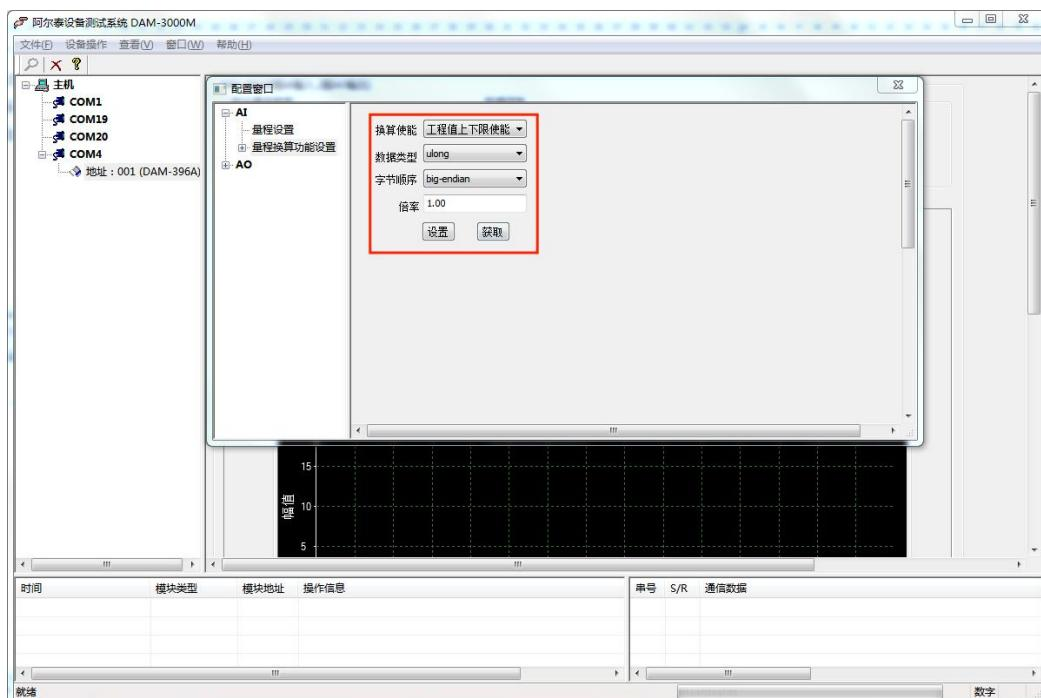
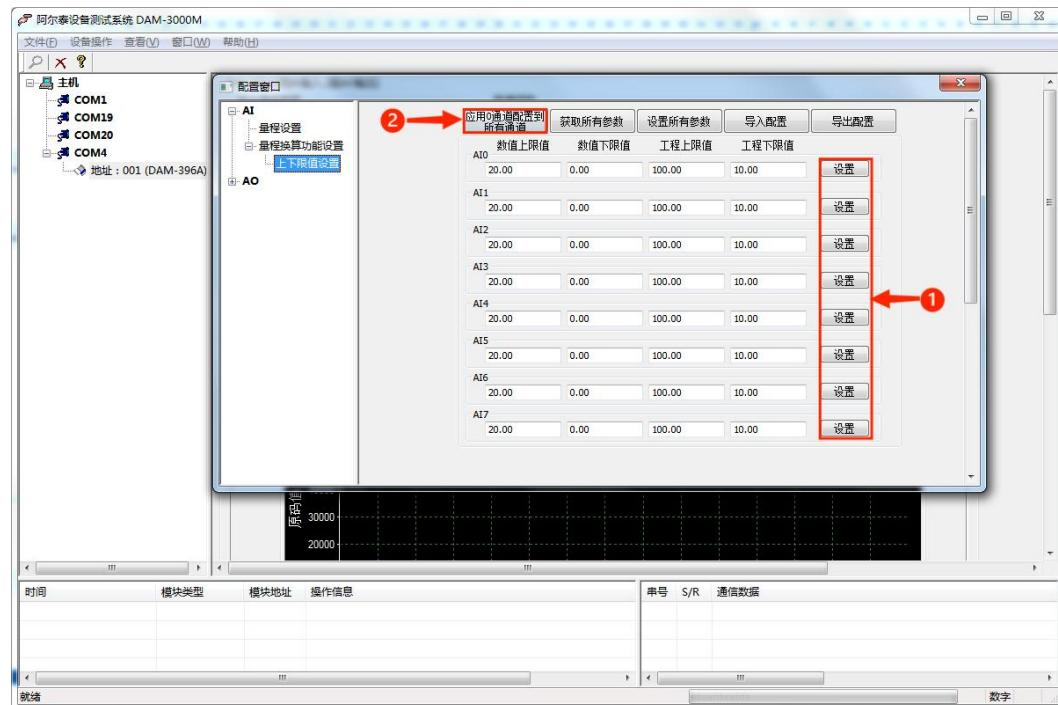
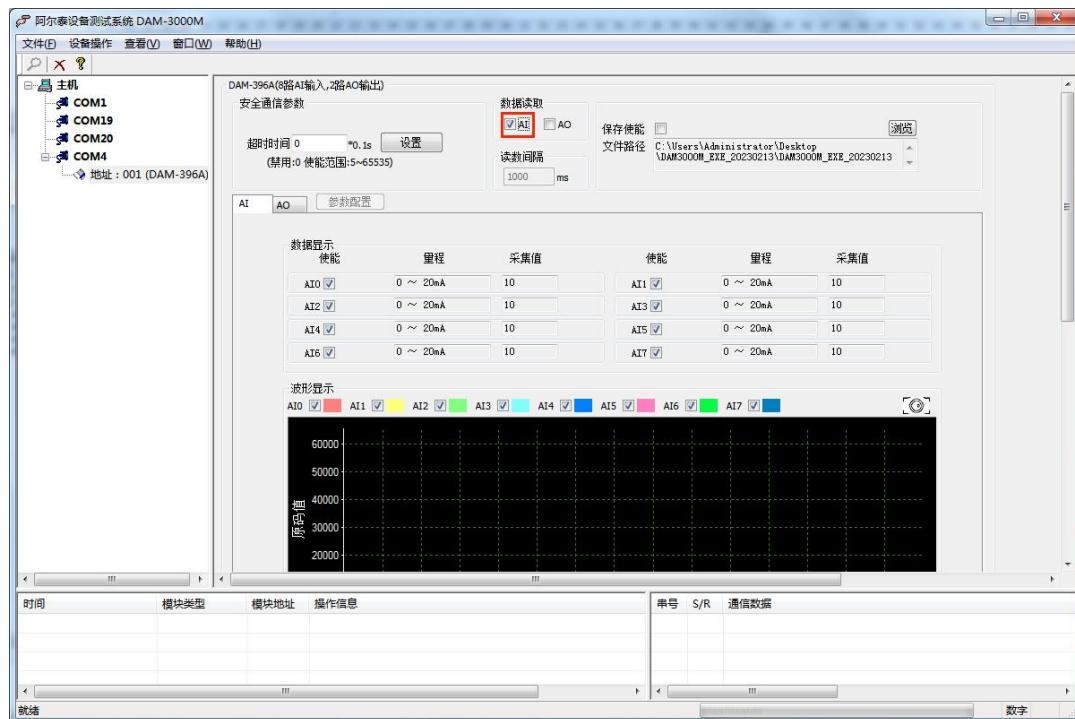

图 17
图 18
图 19
3)点击“量程换算功能设置”，选择“工程值上下限使能”后可对换算参数进行设置，通讯参数如图 17，点击“上下限值设置”后如图 18，在对应通道输入上下限数值后点击图 18-①可对当前通道值进行保存，点击图 18-②，可将 0 通道数值应用到所有通道，设置完成后返回主界面点击“AI”即可开始数据采集如图 19。